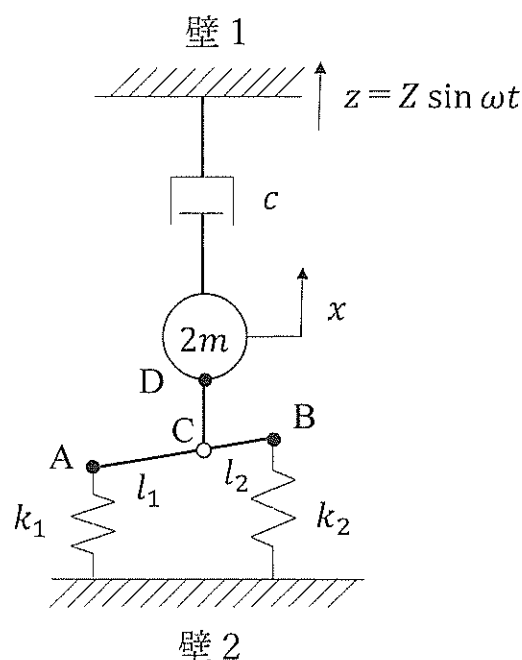

図 1 振動系
図 1 の振動系を考える。壁 1 から減衰係数 c のダンパーで質量 $2m$ のおもりがつながれている。また、壁 2 からばね定数が k_1 のばねとばね定数が k_2 のばねがつながれた質量の無視できる棒 AB がある。この棒は C 点まわりに質量の無視できる棒 CD に対して回転できる。また、おもりは棒 CD につながれている。ばねののびは棒 AB の長さに比べて十分小さく、点 A、点 B、点 C、点 D は常に上下に動くものとする。AC = l_1 、BC = l_2 のとき以下の問いに答えよ。
- (1) 点 D から下の部分を考える。点 D を鉛直上方向に力 F で引っ張ったときを考える。点 A、点 B のばねの自然長からののびをそれぞれ d_1 、 d_2 とする。 d_1 、 d_2 を F を用いて示せ。
- (2) 問い (1) のとき点 C の移動量を d_0 とする。 d_0 を d_1 、 d_2 を用いて示せ。また、 F と d_0 の関係から点 D から下の部分の等価なばね定数 k_e を求めよ。
- (3) 壁 1 が $z = Z \sin \omega t$ で動くとき、おもりのつりあいの位置からの変位を x とし、図 1 の系の x についての運動方程式を示せ。 k_e を用いてよい。
- (4) m 、 c 、 k_e を用いて系の不減衰固有円振動数 ω_n 、減衰比 ζ を示せ。この系が不足減衰であるとき減衰比 ζ の値はどのような範囲にあるか式で示せ。
- (5) おもりの変位振幅を X とするとき、振幅倍率 $M = |X/Z|$ を無次元固有円振動数 $\lambda = \omega/\omega_n$ と減衰比 ζ を用いて示せ。